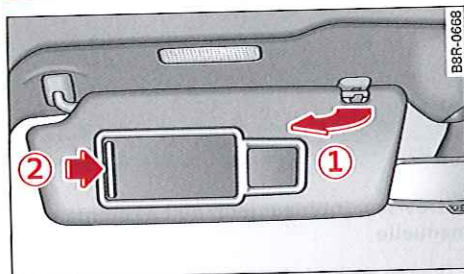

Fig. 48 Côté conducteur : pare-soleil
Le pare-soleil peut être dégagé du support et rabattu contre la porte ⇒ fig. 48 (1). Dans cette position, il est également possible de déplacer le pare-soleil dans le sens longitudinal*.